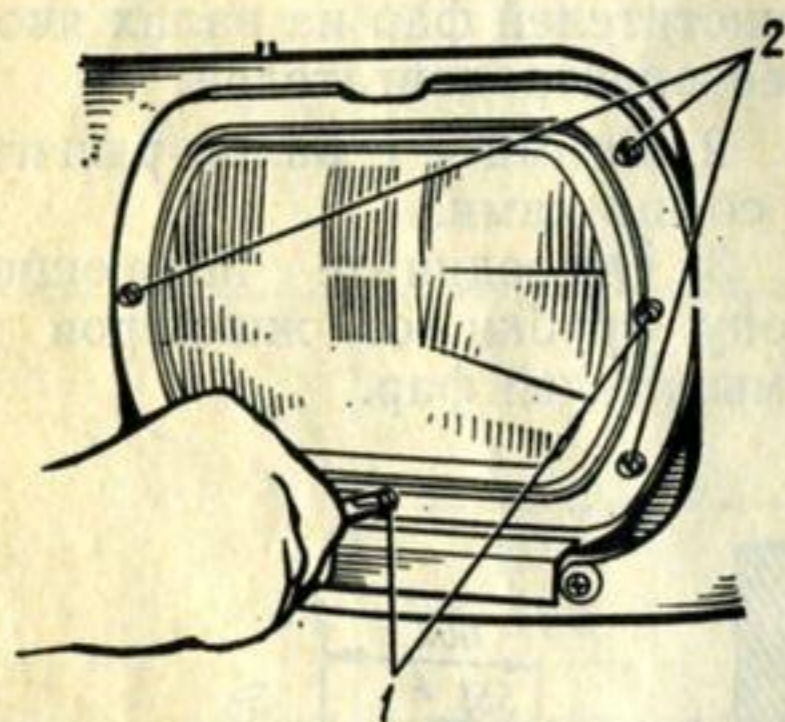
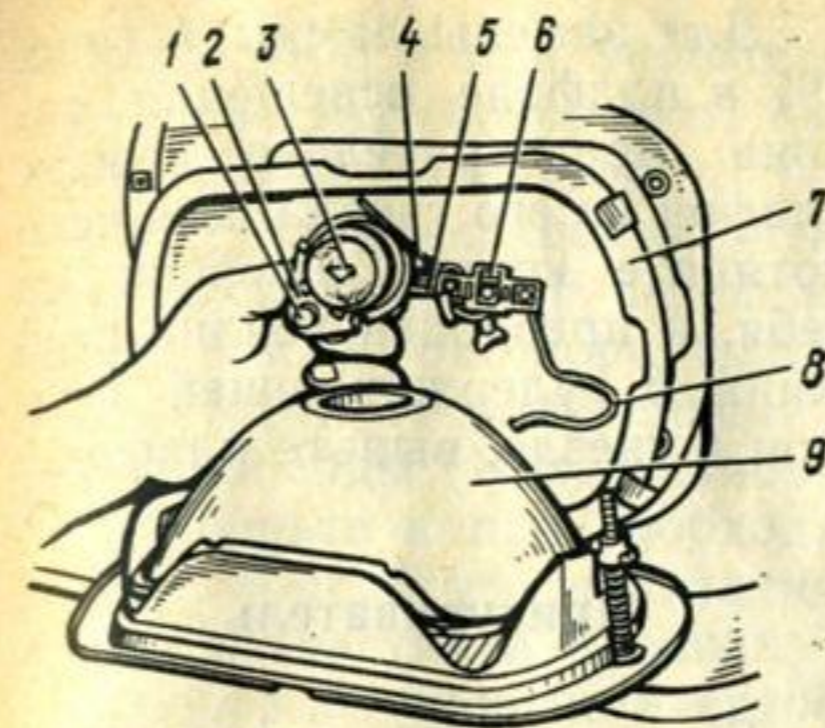

Рис. 73. Фара автомобиля:
Рис. 74. Замена ламп в фаре:
5. Отрегулируйте регулировочными винтами 1 (рис. 73) положение на экране светового пятна каждой фары.
После этого отверните три винта 2 (см. рис. 73), крепящих фару к кузову автомобиля, и выньте фару из кожуха 7 (рис. 74). Затем отсоедините колодку 6 от лампы 3 и штепсельные соединители провода 5 от лампы 1 габаритного освещения и от провода 8 соединения с массой. Выведите из-под крючка, образованного вырубкой на рефлекторе, пружину 4 держателя 2 лампы и выведите лапки держателя из отверстий в рефлекторе. Затем снимите держатель 2 с пружиной 4 и выньте лампу 3 из